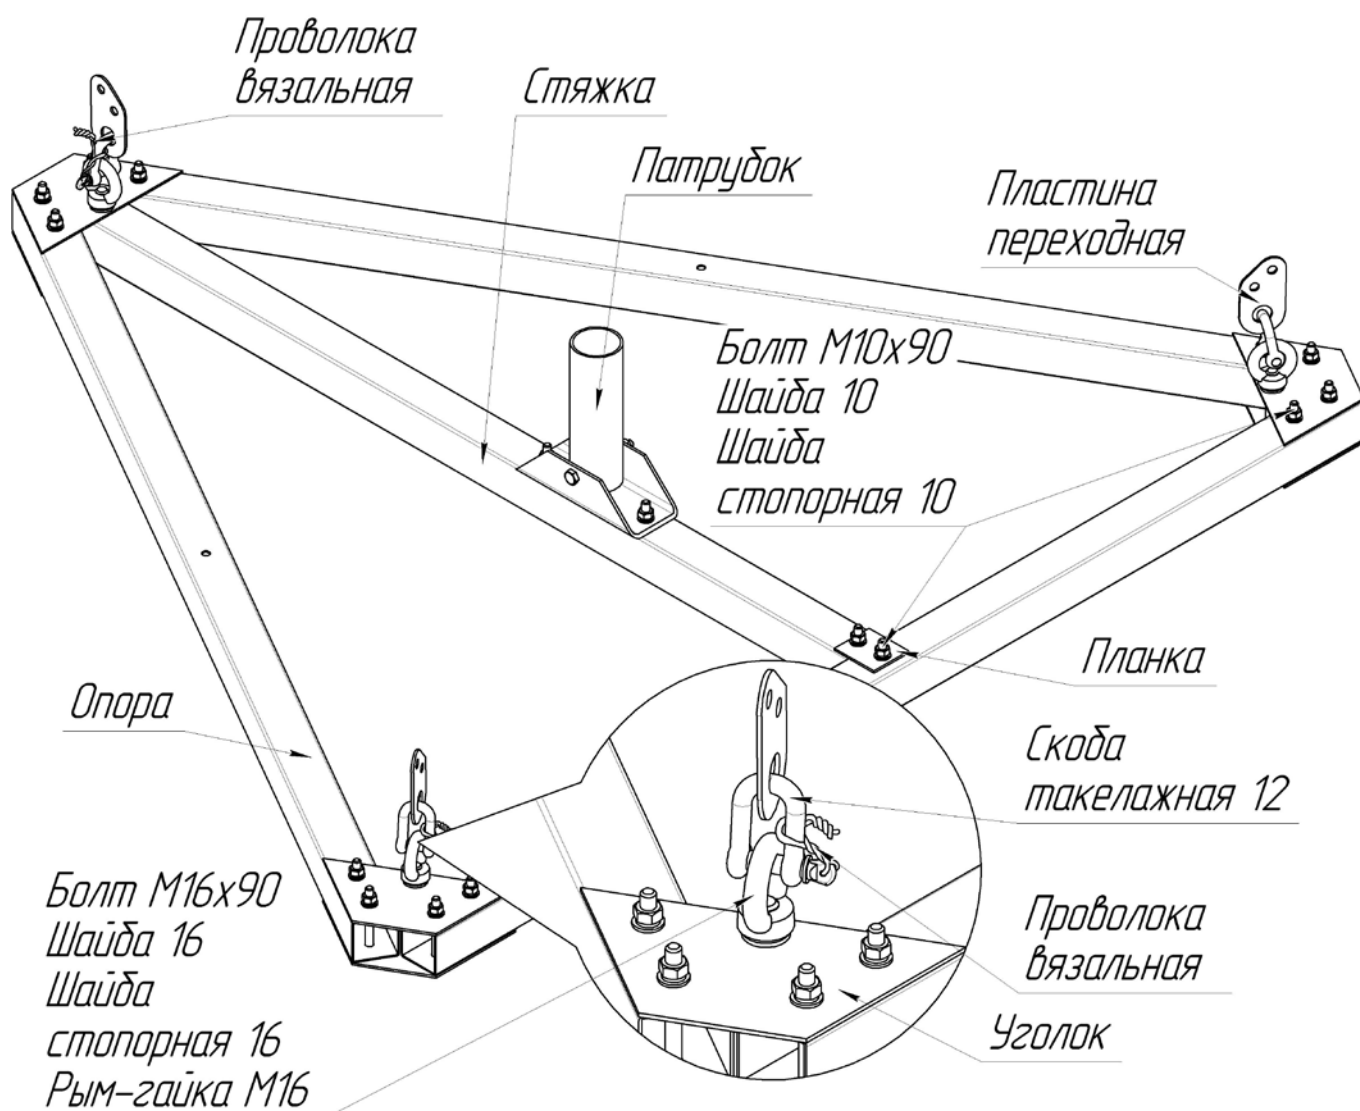

Рисунок 5 – Конструкция основания
3.4 Основание представляет собой стальную раму в виде треугольника со сторонами 1600х1600х1600 мм. Основание собирается из трех опор и стяжки, соединяемых уголками и планками с двух сторон основания. Уголки и планки крепятся болтами М10х90, шайбами и гайками (рисунок 5). Подпятник крепится к стяжке основания с помощью болтов М10х90, шайб и гаек. Для крепления оттяжек, пояса с оттяжками и краспицами к уголкам дополнительно крепятся рым-гайки М16 с помощью болтов М16х90. В ухо рым-гайки М16 устанавливают скобу такелажную. На скобу такелажную устанавливают пластину переходную, за отверстия которой крепят винтовые карабины оттяжек. Ось скобы такелажной стопорят проволокой вязальной (рисунок 5).
6.1.2 Собрать основание (рисунок 5). Опоры и стяжку соединить уголками и планками при помощи болтов М10х90, шайб и гаек.